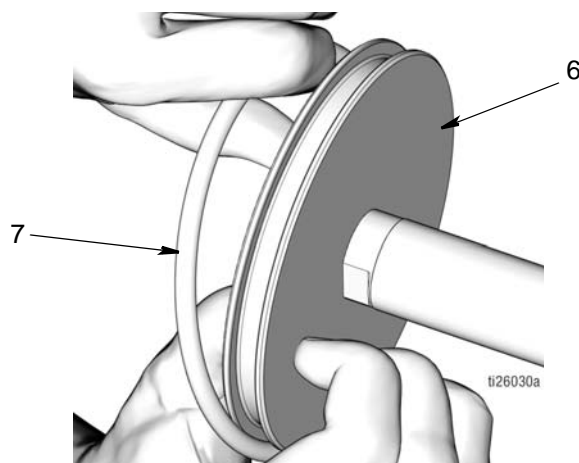

Рис. 50
- Нанесите тонкий слой консистентной смазки на уплотнительное кольцо (7). Установите уплотнительное кольцо круглого сечения (7) вокруг поршня (6), как показано на Рис. 50.